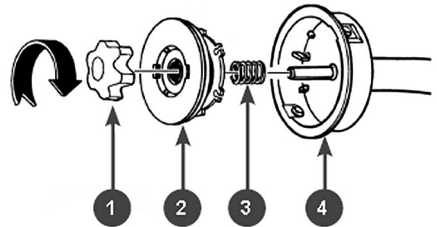

Рис. 13. Снятие триммерной головки
3. Снимите триммерную головку. Удерживая одной рукой корпус 4 триммерной головки, другой рукой открутите винт 1 крепления триммерной головки по часовой стрелке и извлеките из корпуса 4 катушку 2 триммерной головки и пружину 3 (Рис. 13). Снимите корпус 4 с выходного вала штанги. Удалите остатки корда с корпуса и очистите его и детали триммерной головки от грязи и травы.